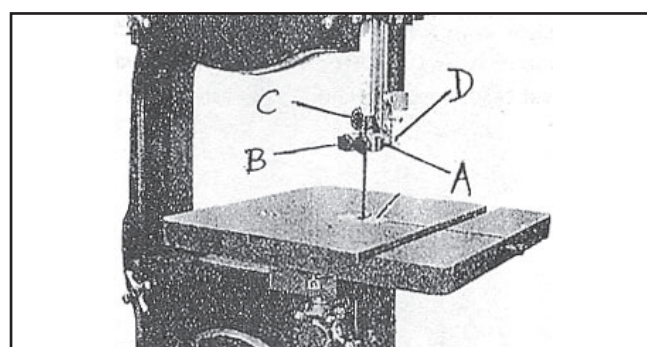

Figura 21
Las guías superiores de la Cuchilla (A) Figura 21, están sostenidas en su lugar por los tornillos de ajuste (B). Afloje los tornillos de ajuste (B) para mover las guías (A) tan cerca como sea posible de los lados de las cuchillas, con cuidado de no dañar la cuchilla. Después ajuste el tornillo en forma de perilla. (B).
El soporte superior de la cuchilla (C) Figura 21, evita que la cuchilla sea empujada demasiado lejos hacia atrás y pueda dañar los dientes de la misma. Los soportes (C) deben ser ajustados a $1/64"$ (0.4mm) atrás de la cuchilla al aflojar el tornillo (D) para mover el soporte (C) hacia adentro o hacia fuera.
El soporte (C) es ajustado en una posición excéntrica y de cambio removiendo el tornillo (D) y el soporte (C) Figura 21. Afloje el tornillo (D) y coloque el eje que está unido al soporte (C).